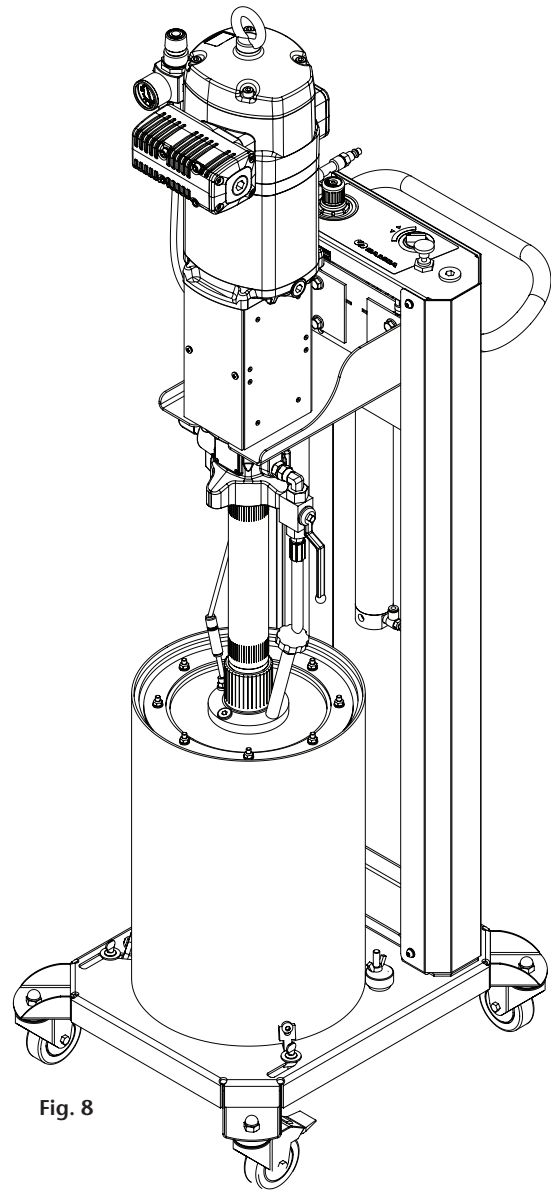

Fig. 8
- O equipamento está já preparado para operar com ele (Fig. 8).